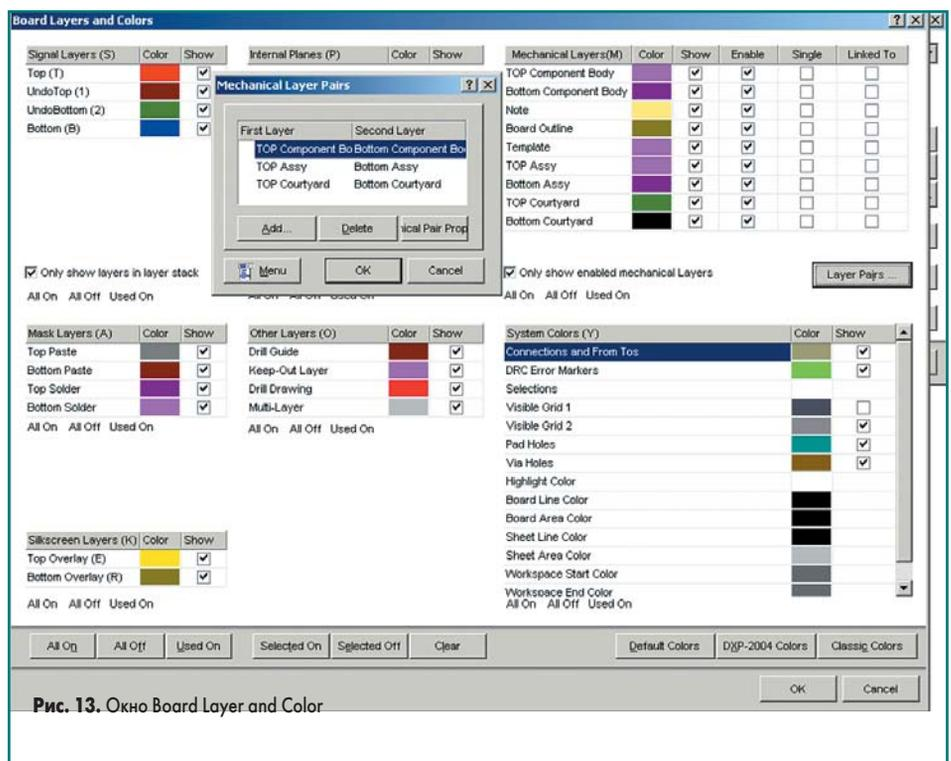

Рис. 13. Окно Board Layer and Color
6. Отображение, цвет и другие настройки всех слоев настраиваем индивидуально (рис. 13).